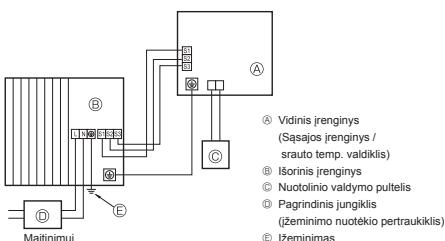
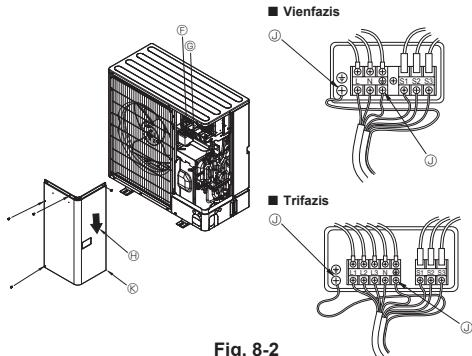

Fig. 8-1
Fig. 8-2
### 8.1. Išorinis įrenginys (Fig. 8-1, Fig. 8-2)
- ① Nuimkite techninės priežiūros skydelį.
- ② Prijunkite laidus pagal Fig. 8-1 ir Fig. 8-2.